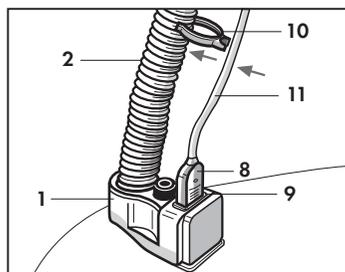

Fig. 17
**SPAZZOLA BATTITAPPEO (Fig. 17 -18)**